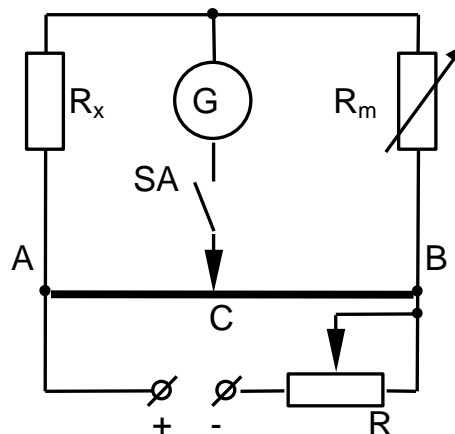

Рис. 1
1. Собрать электрическую цепь по схеме, приведенной на рис. 1.